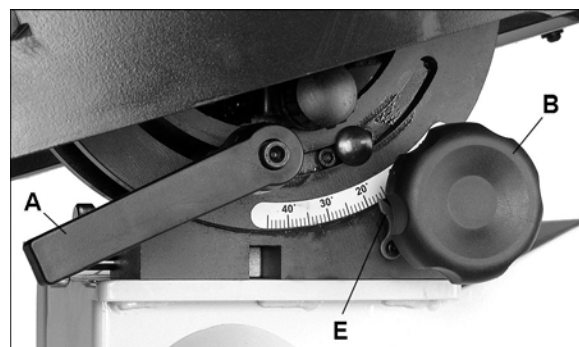

Рис. 15.
См. Рис. 15.
6. Затяните гайку (D), чтобы зафиксировать положение стола.
8. Проверьте, чтобы указатель шкалы (Е, Рис. 15) располагался на нуле. При необходимости ослабьте винт указателя и сдвиньте его на ноль. Снова затяните винт.